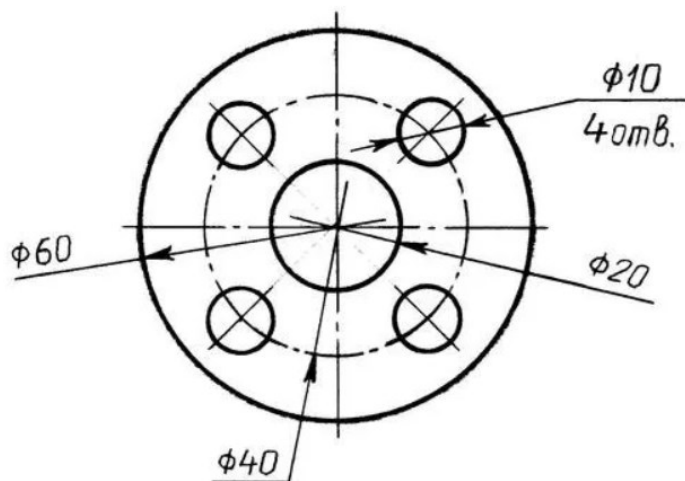

Рисунок 3 – Задание для выполнения практического занятия №3
**Методические указания:** выполнить чертеж по заданию (рисунок 3) и нанести размеры согласно ГОСТ 2.307-68.